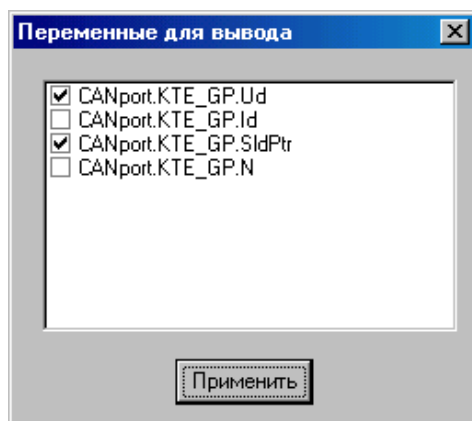

Рис. 2.11 Выбор каналов (переменных) для вывода в текущее поле
2.4.20  «Выбор каналов для отображения в текущем поле». Вызывает диалог для выбора каналов из имеющихся в архиве для отображения в текущем окне. Вызывает диалог, изображенный на рис. 2.11